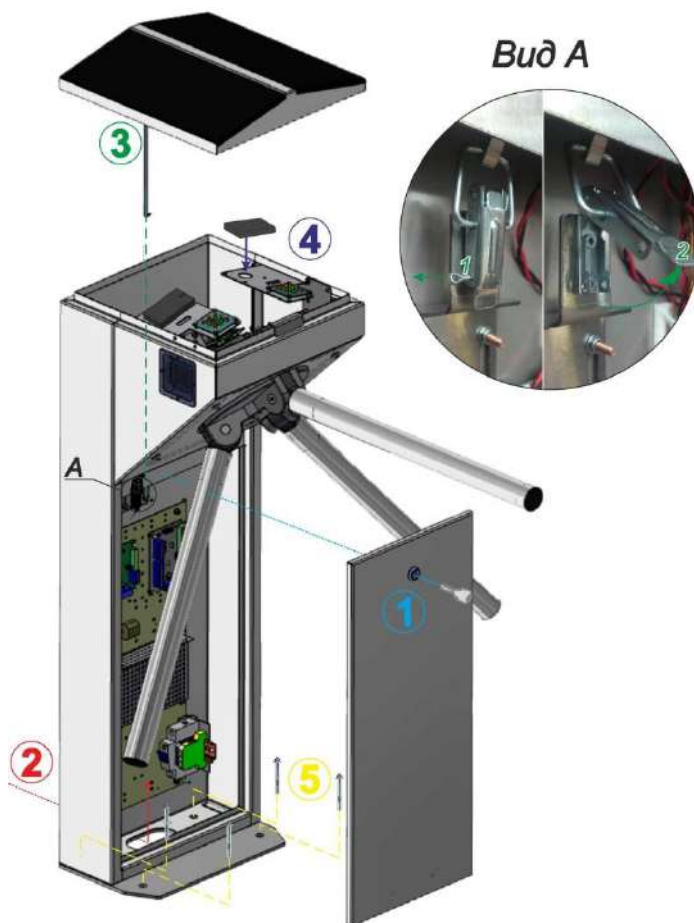

Рис. 16 – Общий вид сборки турникета-трипода «CENTURION-M» и «BASTION-M»
8) Для доступа к крепежным и технологическим отверстиям основания и клеммным колодкам турникета-трипода «CENTURION-M» и «BASTION-M» необходимо снять дверь стойки, повернув ключ замка с помощью ключа (Рис.16).
Для того чтобы снять крышку стойки, необходимо снять шплинт (1) и открыть защёлку (2), подняв её вверх (Рис.16, Вид А).